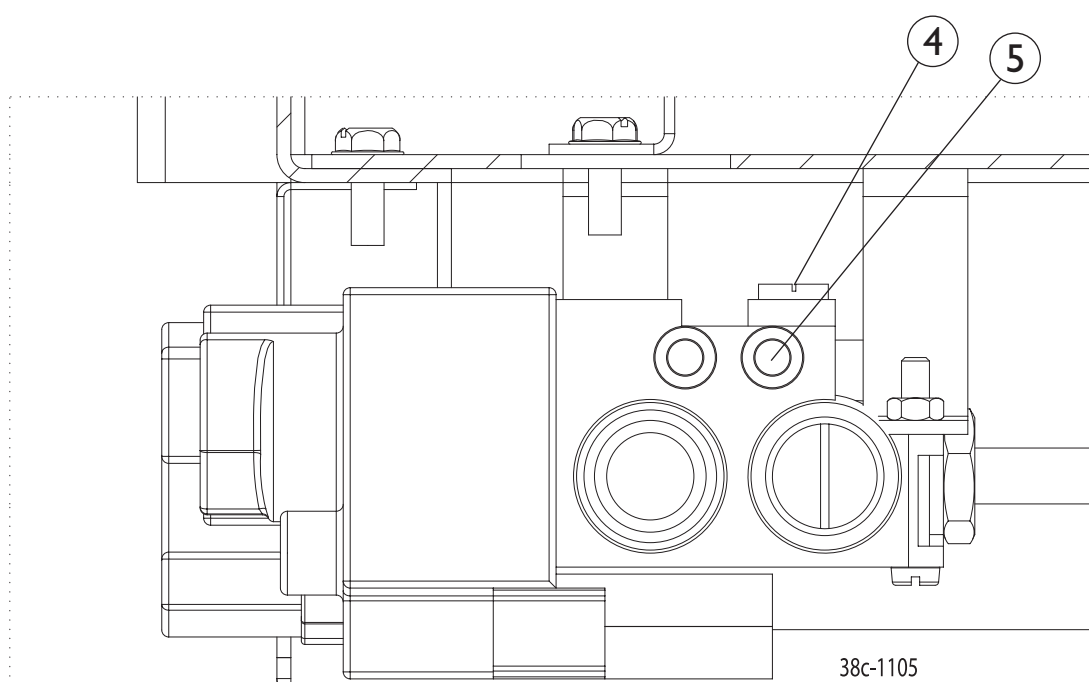

fig. 3
3. Iniettore a flusso ridotto (fig 3)
5. Regolazione della pressione del bruciatore (fig 3, 4, 5)